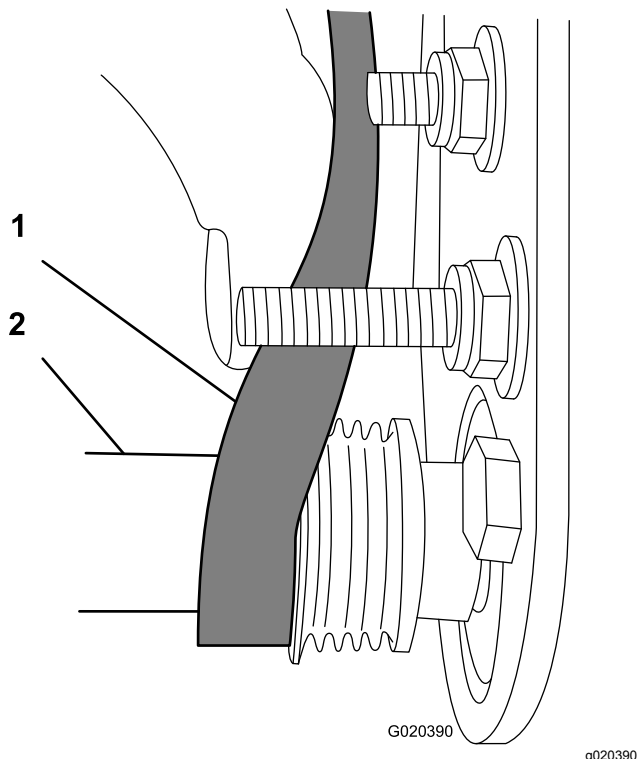

Рисунок 27
- С. Используйте глубокую головку на 9/16 дюйма для вращения щетки в сборе и установки ремня на ведомый шкив (Рисунок 27).